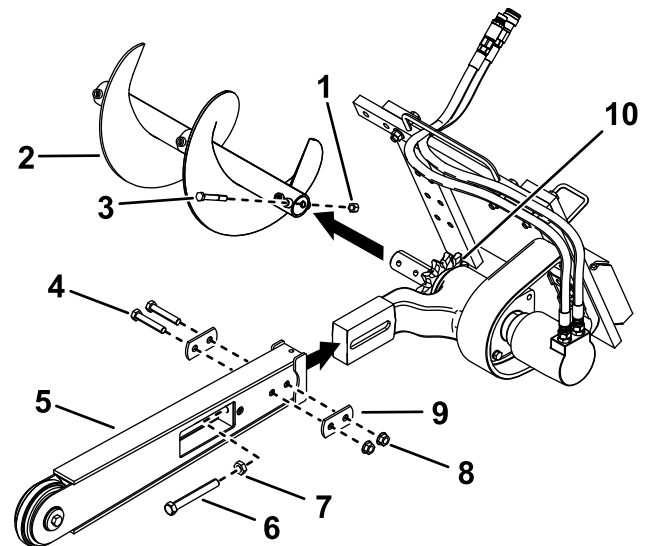

Figure 3
3. Enlevez le boulon et l'écrou de fixation de la tarière de déblayage et déposez la tarière (Figure 3).
4. Retirez les 2 boulons (5/8" x 3 1/2"), les 2 écrous (5/8") et les 2 rondelles doubles sur les côtés de l'élince (Figure 3).
5. Desserrez le boulon de réglage et l'écrou de blocage (Figure 3).